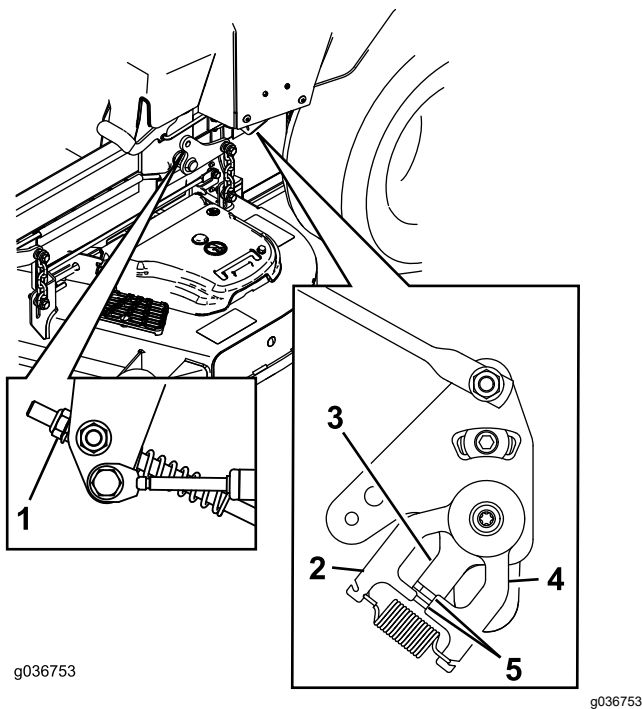

Figure 85
11. Réglez la longueur des tiges de pompes en tournant l'écrou dans le sens voulu jusqu'à ce que les roues tournent légèrement en marche arrière (Figure 84 et Figure 85).